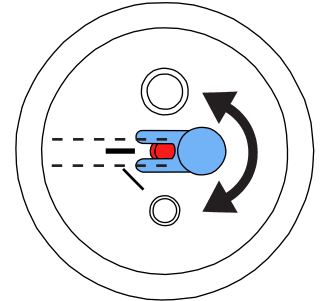

图 14
- 定量喷嘴必须用 25-70 µm 砂罐来调整（图 14）！